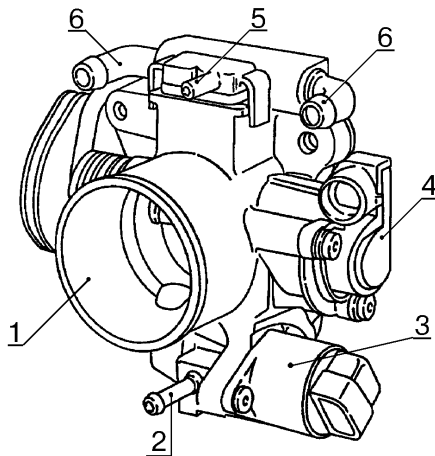

Рис.23 Патрубок дроссельный в сборе (дет. 2112-1148010, 2123-1148010):
**Дроссельный патрубок** системы подачи воздуха закреплен на ресивере. Он дозирует количество воздуха, поступающего во впускную трубу. Поступлением воздуха в двигатель управляет дроссельная заслонка, соединенная приводом с педалью акселератора. Дроссельный патрубок, рис.23, в сборе имеет в своем составе датчик 4 положения дроссельной заслонки и регулятор 3 холостого хода.
При создании в топливном баке избыточного давления паров топлива, пары из топливного бака поступают по паропроводу на патрубок 1 адсорбера, где удерживаются активированным углем до включения режима продувки адсорбера. При включении режима продувки воздух поступает в адсорбер через патрубок 2, где смешивается с парами бензина. Образованная смесь через клапан продувки адсорбера поступает на штуцер 2, рис.23, дроссельного патрубка и далее засасывается во впускную трубу двигателя для приготовления горючей смеси.